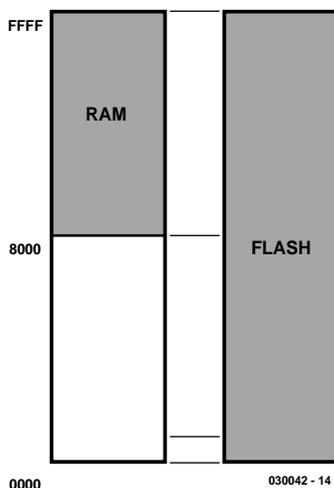

Figure 3. Le troisième mode sert à programmer la ROM Flash.
**Mode de programmation (figure 3)**